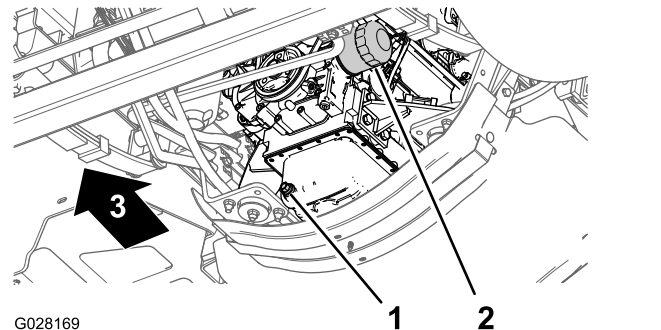

图 71
- 在机油滤清器下放一个放油盘图 71。
- 拆下旧机油滤芯图 71。
- 将机油滤清器安装到滤清器安装座上顺时针旋转机油滤清器直至橡胶垫片接触到滤清器安装座然后再将滤清器拧紧 1/2 圈图 71。
- 对齐排放塞下的排放盘图 71。
- 拔掉排油塞让机油完全排出图 71。